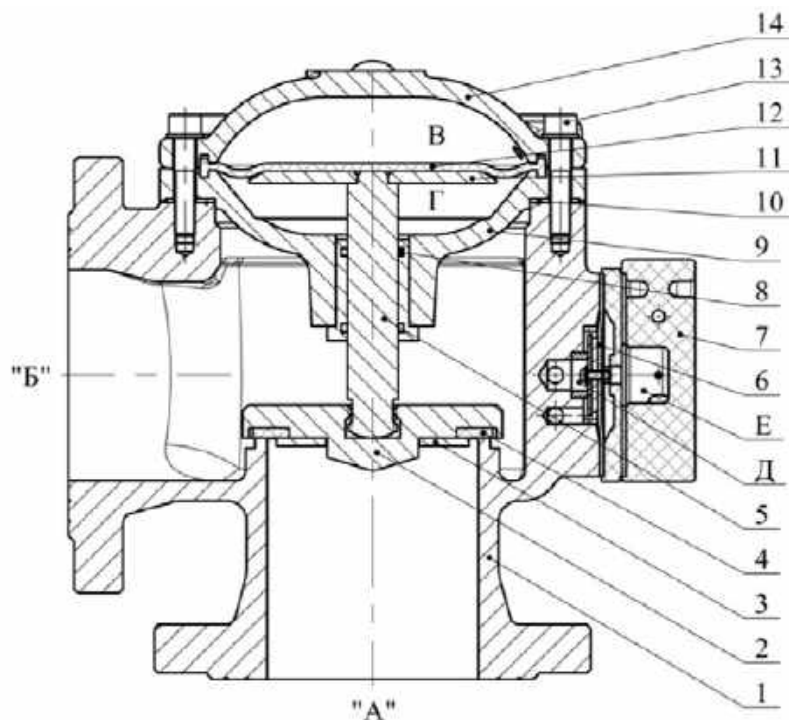
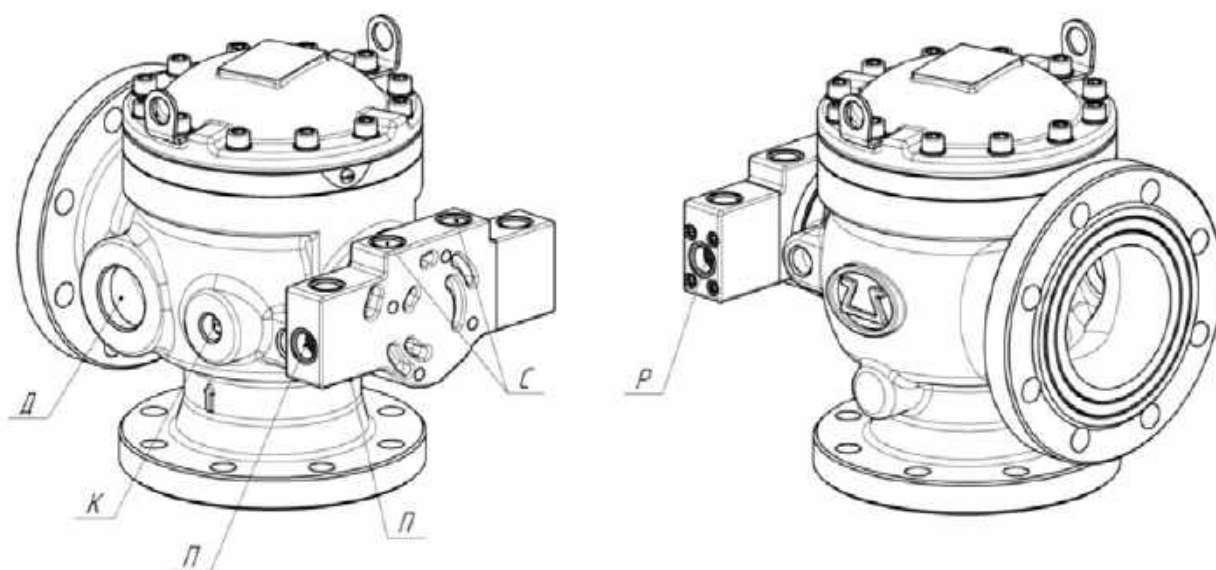

Рисунок 1 - Клапан мембранный универсальный КСД типа КМУ
Рисунок 2 - Клапан мембранный универсальный КСД типа КМУ. Общий вид
5.2 Клапан (рисунок 1; приложение В) состоит из корпуса 1 с входным "А" и выходным "Б" отверстиями, модуля 7, крышки 14, перегородки 9, соединенных с корпусом винтами 13. Между крышкой 14 и перегородкой 9 установлена мембрана 12, разделяющая рабочую камеру клапана на две полости В и Г и опирающаяся на опорный диск 11, закрепленный на штоке 5, который жестко связан с самоустанавливающимся затвором клапана, состоящим из клапана 2 и прокладки 4, закрепленной при помощи диска 3. В корпусе 1 выполнена посадочная поверхность (седло), предназначенная для герметичного разделения полостей А и Б при закрытом затворе клапана. Герметичное соединение корпуса 1 и перегородки 9 обеспечивается прокладкой 10, а штока 5 и перегородки 9 - уплотнительным кольцом 8. Корпус 1 и модуль 7 образуют побудительную камеру, разделенную мембраной 6 на две полости Д и Е. Полость В клапана связана каналом с полостью Д и рабочим отверстием "Р" (рисунок 2), предназначенным для подключения к ра-
5.11 Клапан обратный (КО1) находится внутри модуля 7 (рисунок 1) и препятствует сбросу давления в рабочей камере клапана при уменьшении давления в подводящем трубопроводе.
- открутить винты 13 (рисунок 1), снять крышку 14;